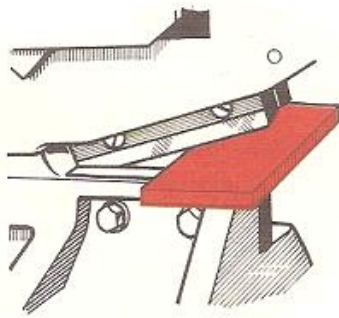

Fig. 23
- Cortes rectos y curvos en chapas (fig.23);